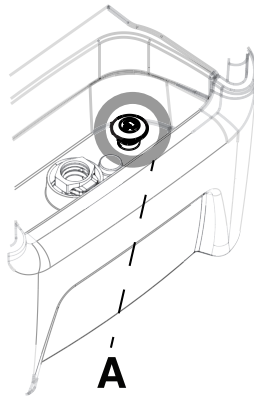

Рисунок 12-31: Сливная пробка
20. Потяните за сливную пробку контроллера (Рисунок 12-31 на странице 12-51), чтобы открыть сливное отверстие.